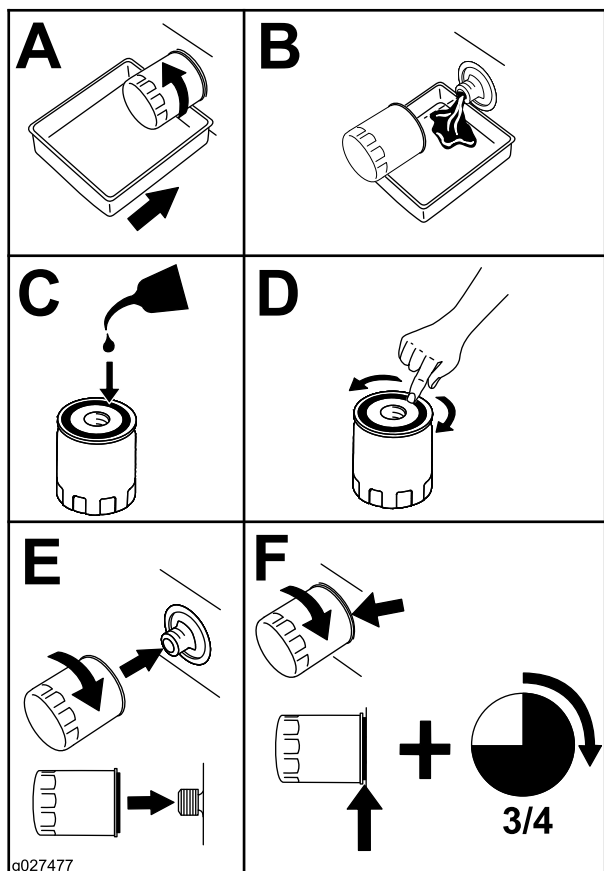

Figura 48
2. Înlocuieți filtrul de ulei de motor (**Figura 48**).